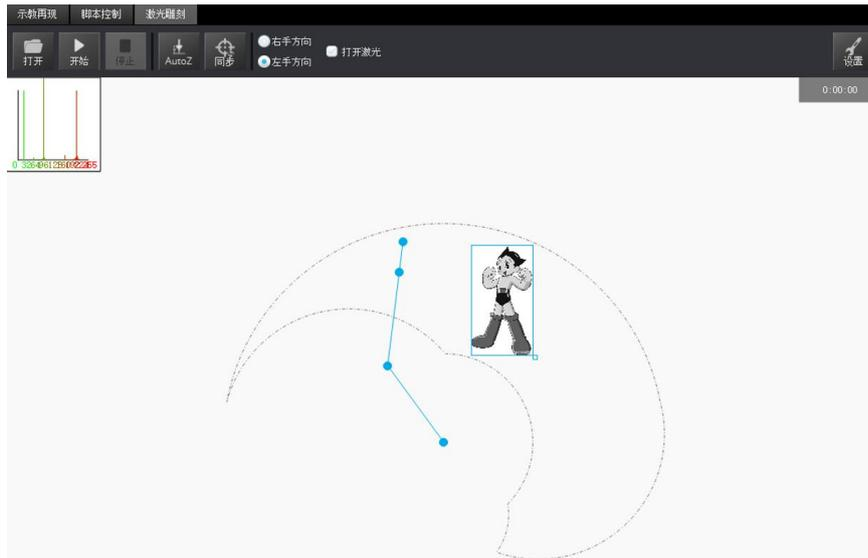

图 6.17 导入图案
**步骤 2** 在“激光雕刻”单击“打开”，选择待雕刻的图案，如图 6.17所示。
- 不同臂方向，其环形区域不同。请根据实际的环形区域调整导入的图案，避免超出范围。图 6.17所示的环形区域为左手方向运动区域。